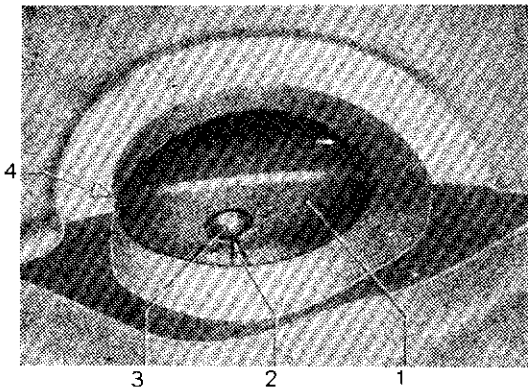

Fig. 26. — Calage de l'allumeur
• Pour caler le distributeur, régler tout d'abord l'écartement du rupteur à 0,35/0,40 mm. Amener le piston n° 1 en fin de temps compression et caler au repère sur le volant (voir fig. 26).